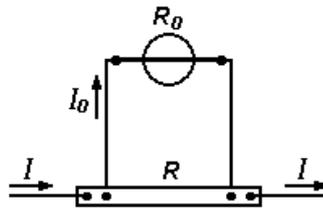

Рисунок 1.1 - Схема миллиамперметра с шунтом
**Пример.** Чему должно быть равно сопротивление шунта, подключенного к миллиамперметру с током полного отклонения 750 мА (рис. 1.1), если необходимо получить амперметр с верхним пределом измерения 30 А? Сопротивление миллиамперметра  $R_0=0,5$  Ом.